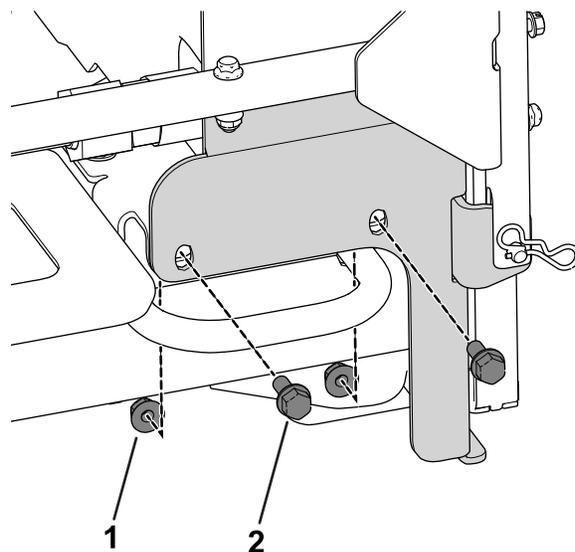

**Figura 6**
**Nota:** En algunas máquinas más antiguas puede haber una pata del chasis que se extiende por delante de las fijaciones del bastidor del radiador. Elimine la pata del chasis, luego lime y pinte el extremo nuevo del chasis (Figura 6).